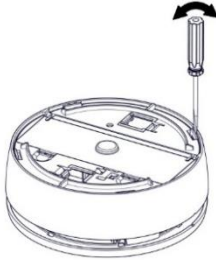

Figure 14
3. À l'aide d'un tournevis, appuyez sur les quatre loquets et retirez le boîtier du détecteur (voir Figure 14).